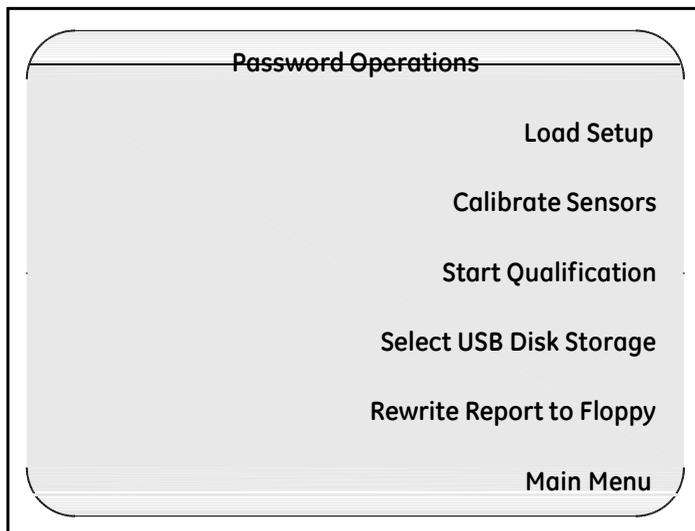
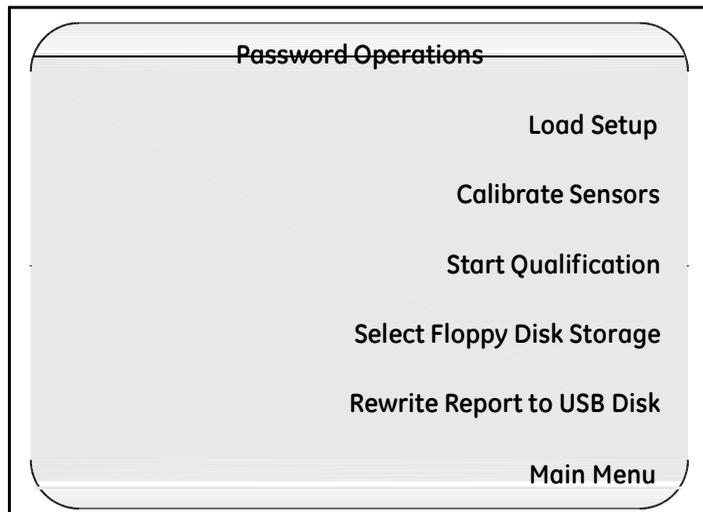

图 94: 密码操作
图 95:密码操作
**Password Operations 密码操作** 界面显示, 如图 94 所示, 以及下页图 95 所示. (实际显示界面可能会不同, 取决于你使用的存储器类型).